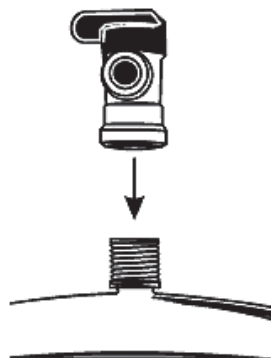

Рис. 12
2. Подсоедините шаровый кран бака к вершине накопительного бака (см. **рис. 12**). Во избежание повреждения крана не прилагайте больших усилий при его установке. При необходимости используйте гаечный или разводной ключ.